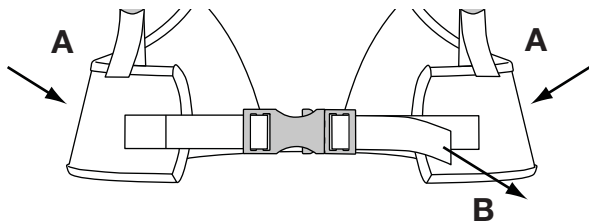
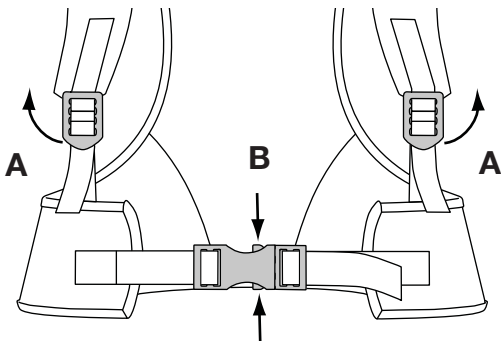

Fig. 18
Fig. 19
NOTA: Asegúrese de que los soportes de la cintura soporten el peso de la unidad sobre las caderas (Fig. 18, A).
3. Si el peso no cae sobre las caderas, afloje los soportes de los hombros (Fig. 19, A) y tire de la manija de los soportes de la cintura (Fig. 18, B) para apretarlos. Ajustelos hasta que el peso de la unidad descansa sobre las caderas.
1. Para desconectar los soportes de los hombros, tire hacia arriba de la lengüeta inferior de las hebillas de los soportes de los hombros (Fig. 19, A).
2. Apriete la parte superior e inferior de las presillas de los soportes de la cintura para zafar los soportes de la cintura (Fig. 19, B).